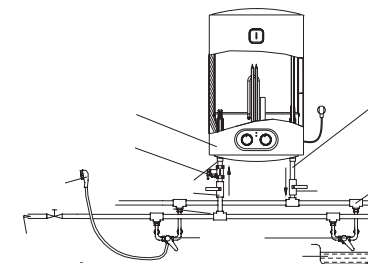

Рис. 4
6. Если необходимо реализовать многокавальную систему водоснабжения, используйте способ соединения (см. рис. 4).